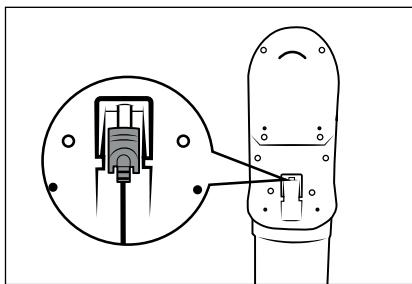

Fig. 8
- Ricaricare la batteria ② non appena l'indicatore livello batteria ③ indica una carica residua bassa della batteria ② .
- L'apparecchio si spegne poco dopo aver segnalato che la batteria ②  è scarica.
- L'aspirapolvere può anche essere caricato direttamente tramite l'alimentatore ⑩. A tale scopo girare leggermente lo spinotto cavo ⑪ per rimuoverlo dal supporto a parete ⑬ e inserirlo nella presa di carica ③ dell'apparecchio (vedere fig. 8).